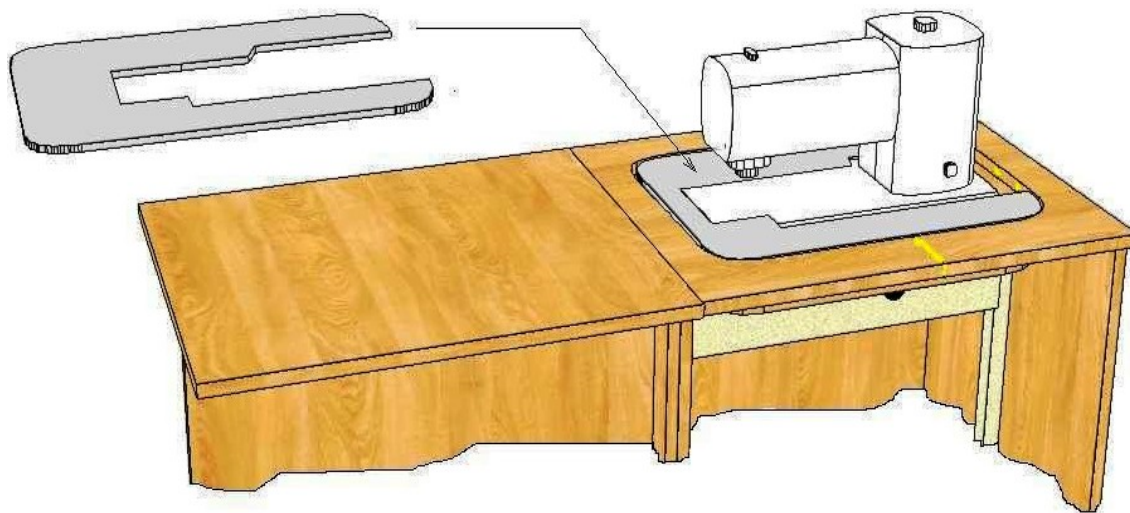

Рис.6
****Внимание! Акриловая вставка, устанавливаемая на стол при втором рабочем положении швейной машины, внесет дополнительный комфорт в Вашу работу (см. рис.6).***